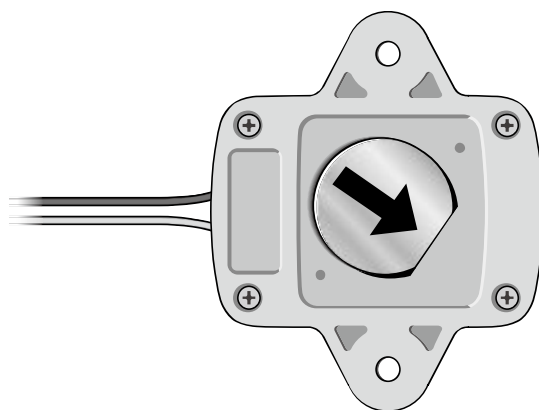

図11 電池の向きと挿入方向
4. 新品の電池の+電極を表にして、**図11**の矢印方向に従い爪の下へ挿入します。